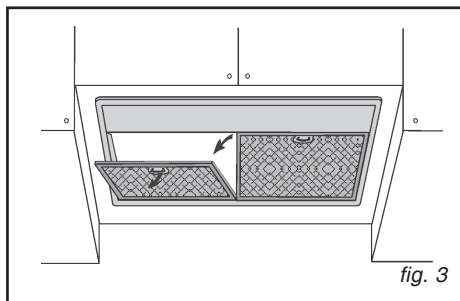

fig. 3
- Démontez les filtres à graisse: tirez la poignée vers l'extérieur et tournez le filtre vers le bas (Fig.3).